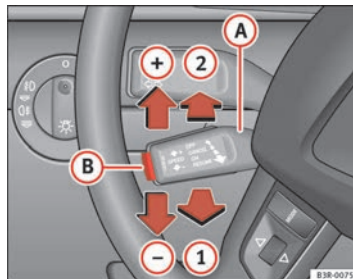

Fig. 142 Éléments de commande du régulateur de vitesse
- Tirez le levier **(A)** en position $\Rightarrow$ page 184, fig. 142 **(1)** afin d'activer le système.
- Poussez le levier **(A)** vers le haut, dans le sens $\Rightarrow$ page 184, fig. 142 **(+)**.
- Poussez le levier **(A)** vers le bas, dans le sens $\Rightarrow$ page 184, fig. 142 **(-)**.
- Chaque fois que vous poussez brièvement le levier **(A)** vers le haut, dans la direction $\Rightarrow$ page 184, fig. 142 **(+)**, la vitesse augmente de 2 km/h environ.
- Chaque fois que vous poussez brièvement le levier **(A)** vers le bas, dans la direction $\Rightarrow$ page 184, fig. 142 **(-)**, la vitesse diminue de 2 km/h environ.
Si au moment de la mise hors circuit provisoire du dispositif, aucune vitesse n'était programmée, vous pouvez mettre en mémoire une nouvelle vitesse souhaitée en procédant comme suit : conduisez à la vitesse souhaitée, puis appuyez brièvement sur la touche ⇒ page 184, fig. 142 **(B)** (SET).
- Poussez le levier **(A)** ⇒ page 184, fig. 142 en position **(2)** (le faire encliqueter).